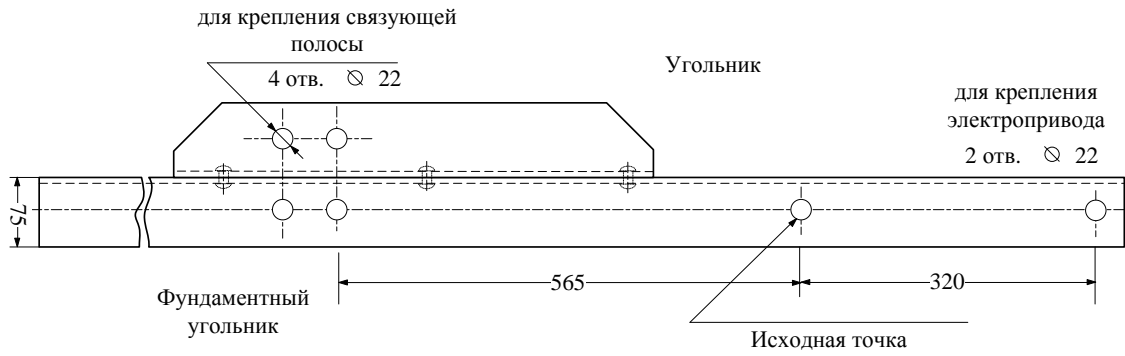
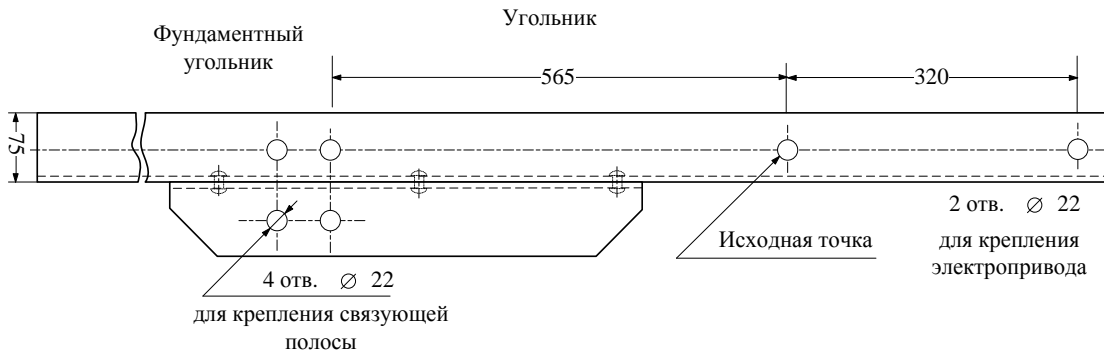

Рис.1. Фундаментный угольник 16737-04-00
Рис.2. Фундаментный угольник 16737-05-00
7.2.1. Для разметки угольников (рис.1 и рис.2) необходимо: